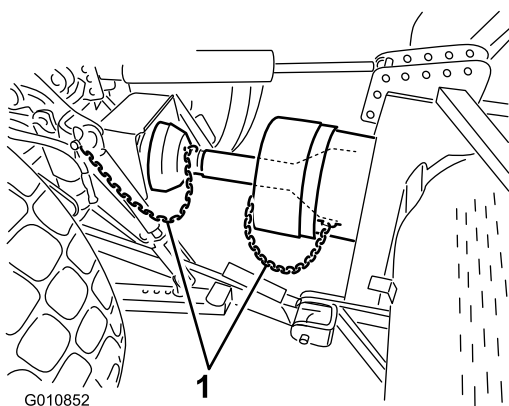

Figura 19
6. Collegate le catene di sicurezza alla protezione della presa di forza e alla staffa dell'unità motrice (Figura 19). Le catene devono rimanere lente quando l'arieggiatore è sollevato o abbassato.